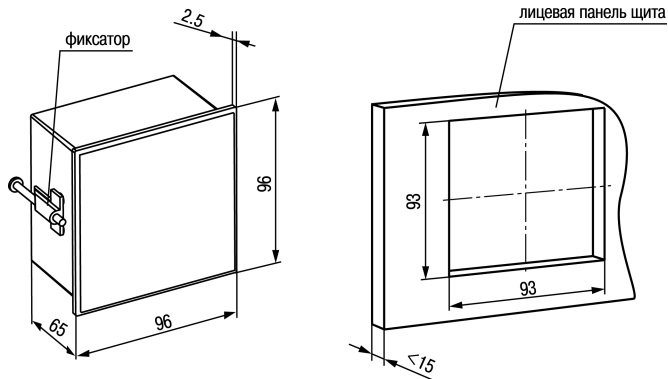

Рисунок 4.2 – Габаритные размеры корпуса Щ1
1. Подготовить на щите управления место для установки прибора (см. *рисунок 4.2*).